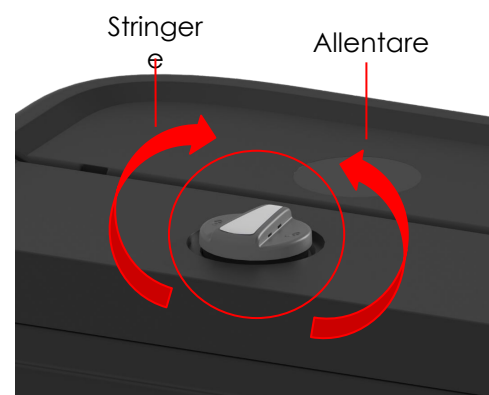

Fig. 2
2. AVVITARE l'LC216 alla porta superiore centrale del serbatoio, assicurandosi che sia serrato a mano. (Vedi Fig. 2)